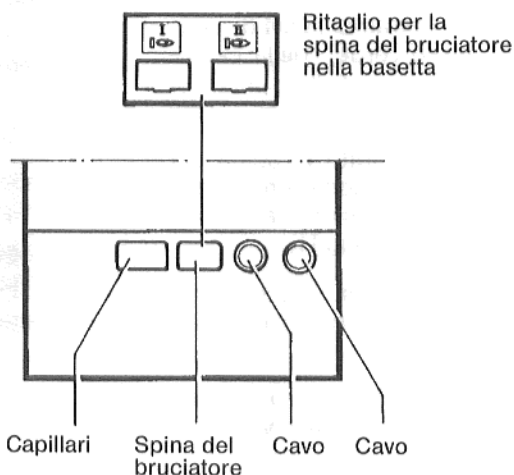

Fig. 8 Aperture per: Capillari Spina del bruciatore Cavo Cavo
I cavi devono venire introdotti attraverso le boccole passacavi della parete posteriore, essere posti nell'apposito canale fra la parete laterale e l'isolazione, quindi essere portati da sotto alla basetta attraverso le boccole passacavo (Fig. 8).
Passare verso il basso i capillari attraverso l'apertura rettangolare sinistra della bassetta e del coperchio (Fig. 8).
14. Infilare da sopra nell'apertura della bassetta contrassegnata da I, la parte di collegamento della spina del bruciatore (Fig. 8 e 11).